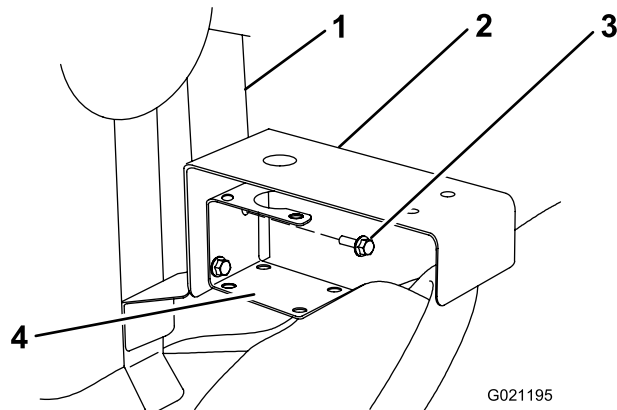

Figura 7
7. Montate la staffa della valvola di regolazione tra la staffa del raccordo a T e il veicolo (Figura 7).
8. Fissate la staffa del raccordo a T e la staffa della valvola di regolazione al telaio di montaggio con i bulloni rimossi al punto 6 (Figura 7).